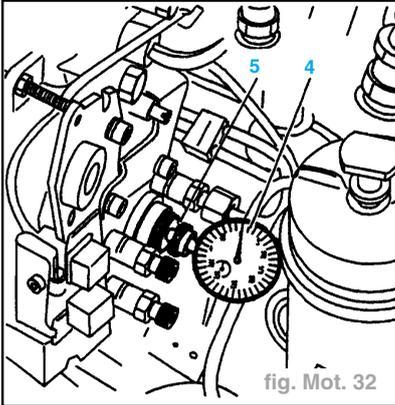

fig. Mot. 32
- Équiper le comparateur (4) 3089-T de la touche (3) 5003-TD (fig. Mot. 32).
- Placer le comparateur sur le support (5) 7010-T.
- Tourner le moteur en arrière et rechercher le PMB de la pompe d'injection jusqu'à ce que l'aiguille du comparateur (4) ne bouge plus (fig. Mot. 32).
- l'ensemble comparateur (3), (4), et (5) (fig. Mot. 32).